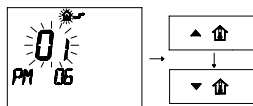

Fig. 2.21
- 6 Изменение программированной НАСТРОЙКИ производится при помощи кнопок и затем подождать, пока не начнет мигать запрограммированный номер ( Fig. 2.21).